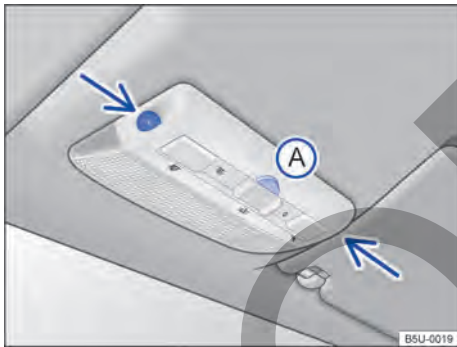

Fig. 48 En la consola del techo: sensores de vigilancia del habitáculo y tecla (A) para desconectar la vigilancia del habitáculo.
La vigilancia del habitáculo dispara la alarma con el vehículo bloqueado, si reconoce movimientos en el interior del vehículo. El sensor y el receptor están ubicados en el conjunto de la luz de lectura → **fig. 48** (flechas).
- Presionar la tecla → **fig. 48** (A). En el panel de instrumentos se enciende la luz de control → **fig. 43**.